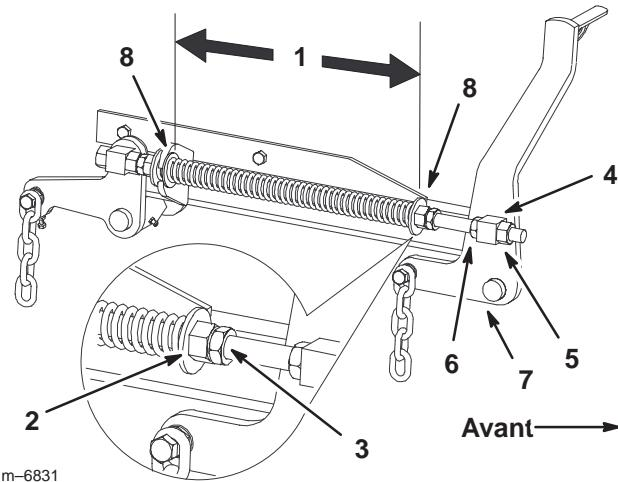

Figure 66
7. Desserrez d'environ 13 mm (1/2 pouce) les écrous de blocage à l'avant des pivots avant gauche et droit (Fig. 66).
8. Réglez les écrous de relevage sur les côtés gauche et droit de la machine de manière à **abaisser l'avant de 6 à 10 mm (1/4 à 3/8 pouce) au point A par rapport au point B à l'arrière** (Fig. 66).
- Vérifiez que les deux grandes rondelles sont espacées de 26,7 cm (10-1/2 pouces) (Fig. 66).
- Réglez cette distance en desserrant l'écrou de blocage du ressort et en tournant l'écrou devant chaque ressort (Fig. 66). Tournez l'écrou dans le sens horaire pour raccourcir le ressort, et dans le sens inverse pour l'allonger.
- Bloquez l'écrou en position en serrant l'écrou de blocage du ressort (Fig. 66).